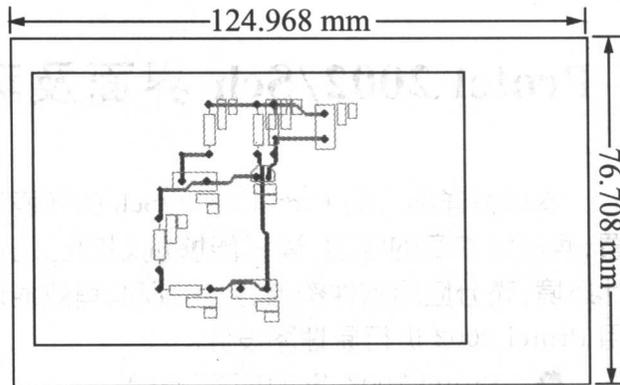
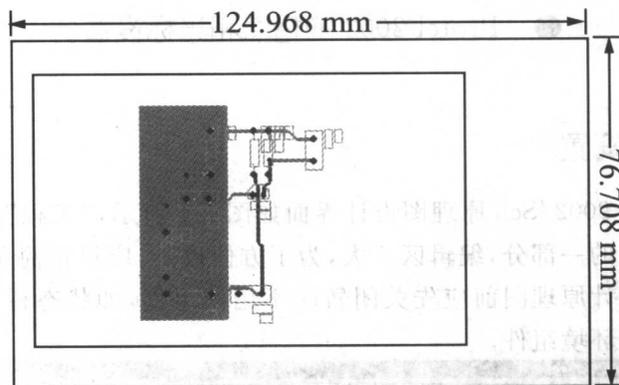

图 1-14 自动布线完毕的 PCB 板
图 1-15 铺铜后的 PCB 板
(8) 执行菜单命令“自动”→“设置自动布线规则”，设置自动布线规则线宽为 20mil, 双层板, Via 直径为 52mil, Via Hole 直径为 30mil; TOP 层垂直布线, BOTTOM 层水平布线。
(9) 执行菜单命令“网络表”→“设置安全间距”，设置最小安全间距为 5 mil。
(10) 执行菜单命令“自动”→“自动布线”→“全板自动布线”，自动布线完毕的 PCB 板如图 1-14 所示。不能自动布线的可采取手工布线。
(11) 执行菜单命令“网络表”→“设计规则检查”，检查图 1-14 所示 PCB 板，针对检查报告中的错误修改 PCB 板，重复上述过程直到无错误为止。
(12) 根据实际要求对部分重要线(网络)进行适当调整。
(13) 加宽地线和电源线。
(14) 执行菜单命令“编辑”→“放置”→“铺铜”，对全板或部分区域加铺铜，特别是地线，铺铜后的 PCB 板如图 1-15 所示。
(15) 布线、调整完毕，对整板再进行设计规则检查，直到没有错误为止。